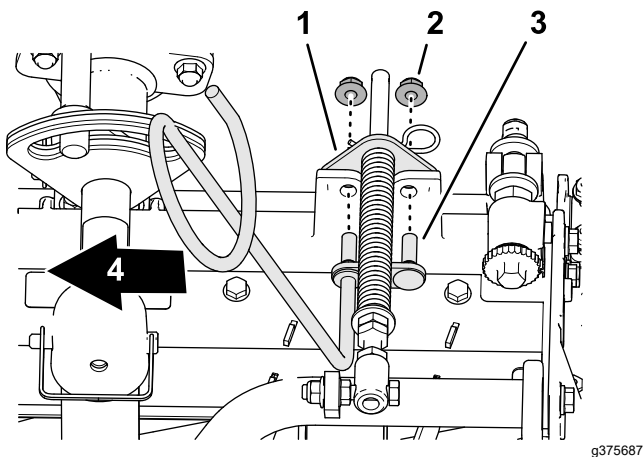

**Figure 9**
4. Fixez le ressort de compensation sur la patte droite du bâti porteur (Figure 9) avec le contre-écrou à embase ( $\frac{3}{8}$ ").